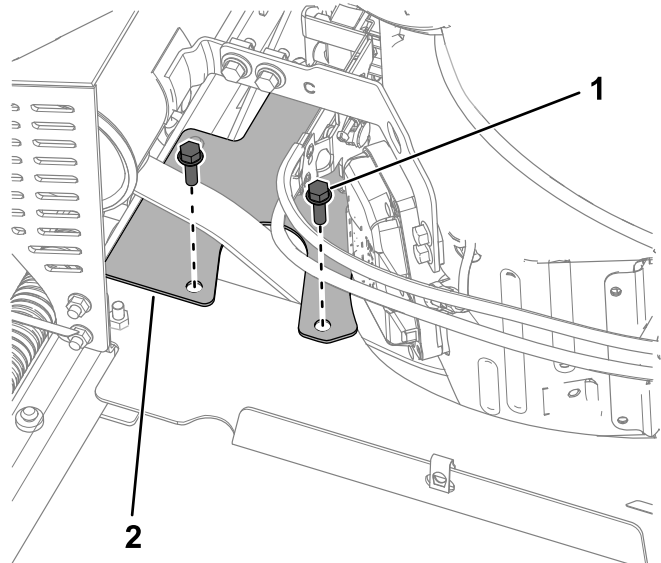

図 35
2. ボルト5/16 x 1"2本とベルトガードを外す 図 35。